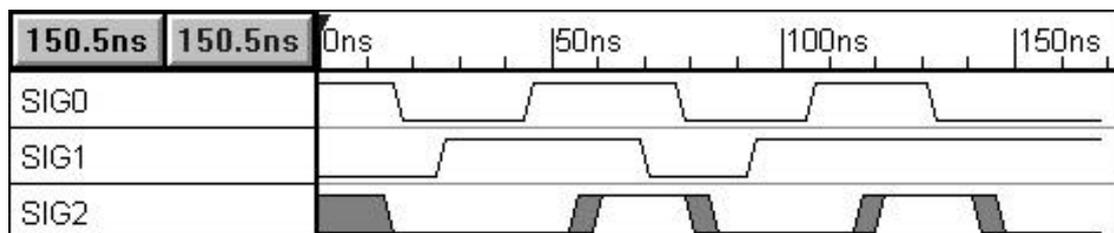

図 1.1 基本的な HDL シミュレーション・チュートリアルで使うタイミング・ダイヤグラム
2. SIG0 と SIG1 に対して図 1.1 に示すような波形を描きます。これらは入力信号として働きます。